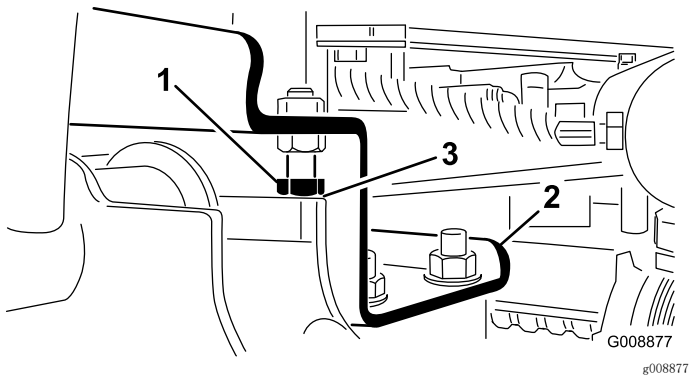

图26
- A. 拧松止动螺栓、调整油缸以获得所需间隙（图26）。
2. 检查并确保各个提升臂与止动螺栓之间的间隙介于 0.13~1.02mm 之间（图26）。